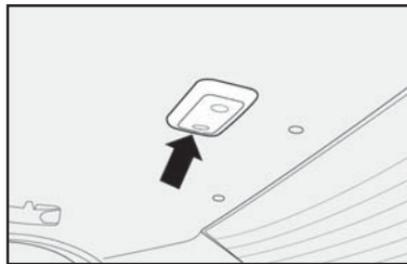

fig. 69
1) com uma chave de fenda no ponto indicado pela seta - **fig. 69** remover o conjunto da luz interna montado a pressão;